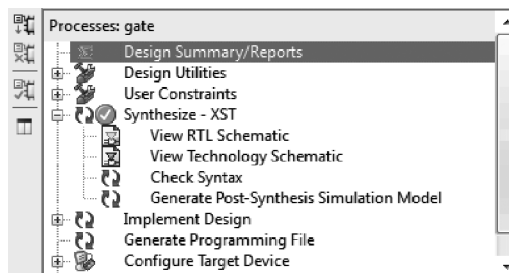

图 3.22 查看综合报告
- (3) 如图 3.22 所示,双击 Design Summary/Reports,查看报告,了解资源的使用情况。